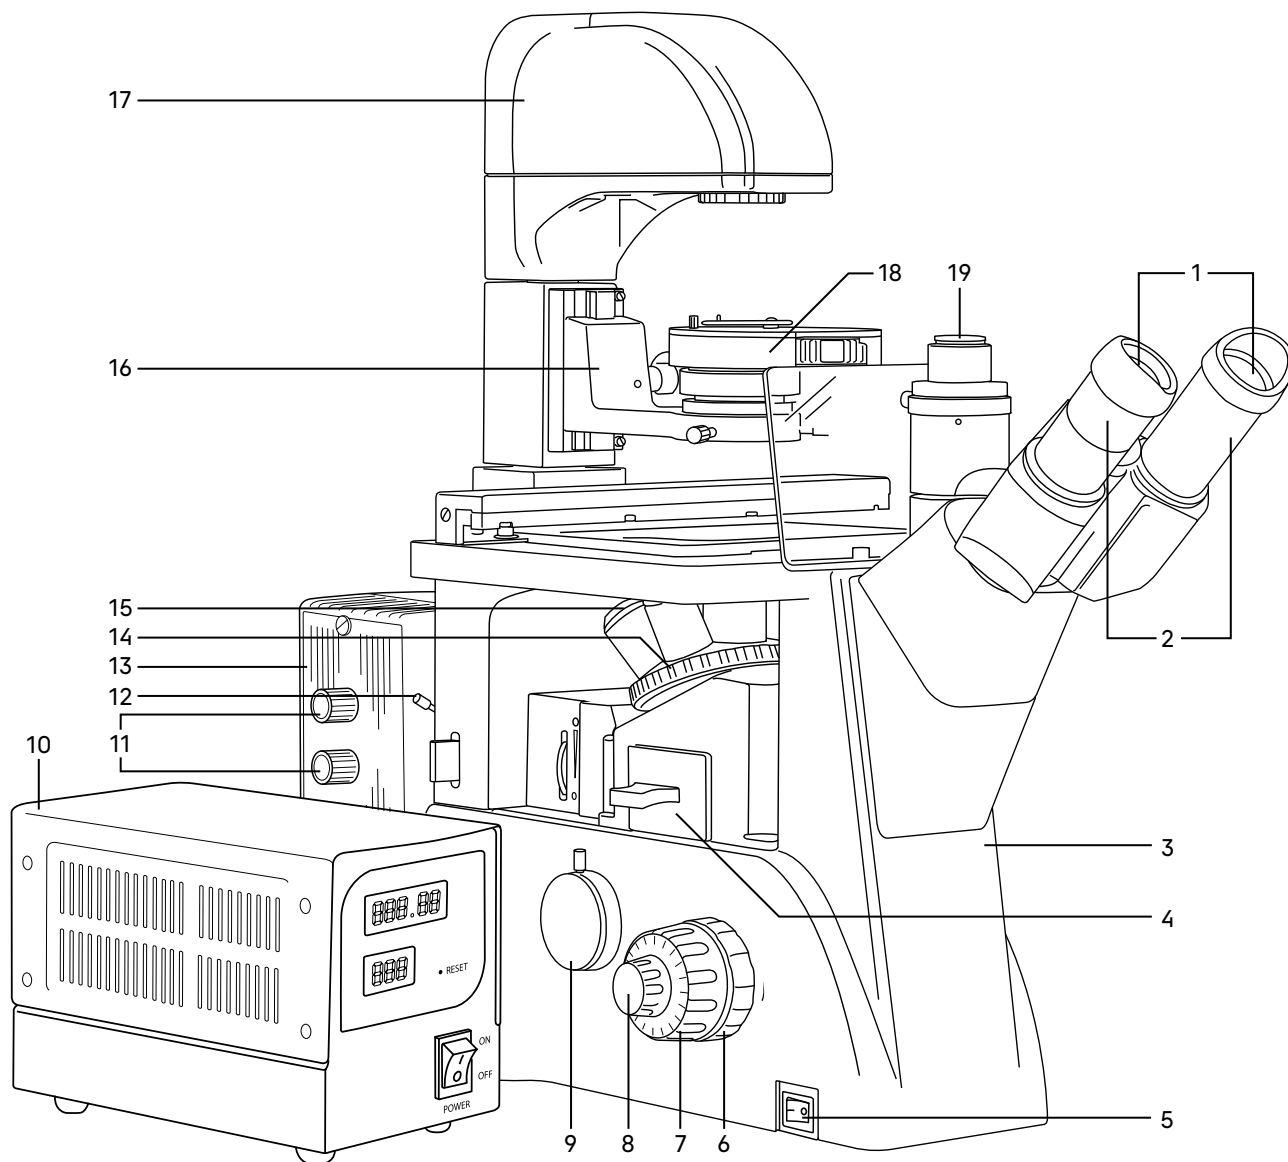
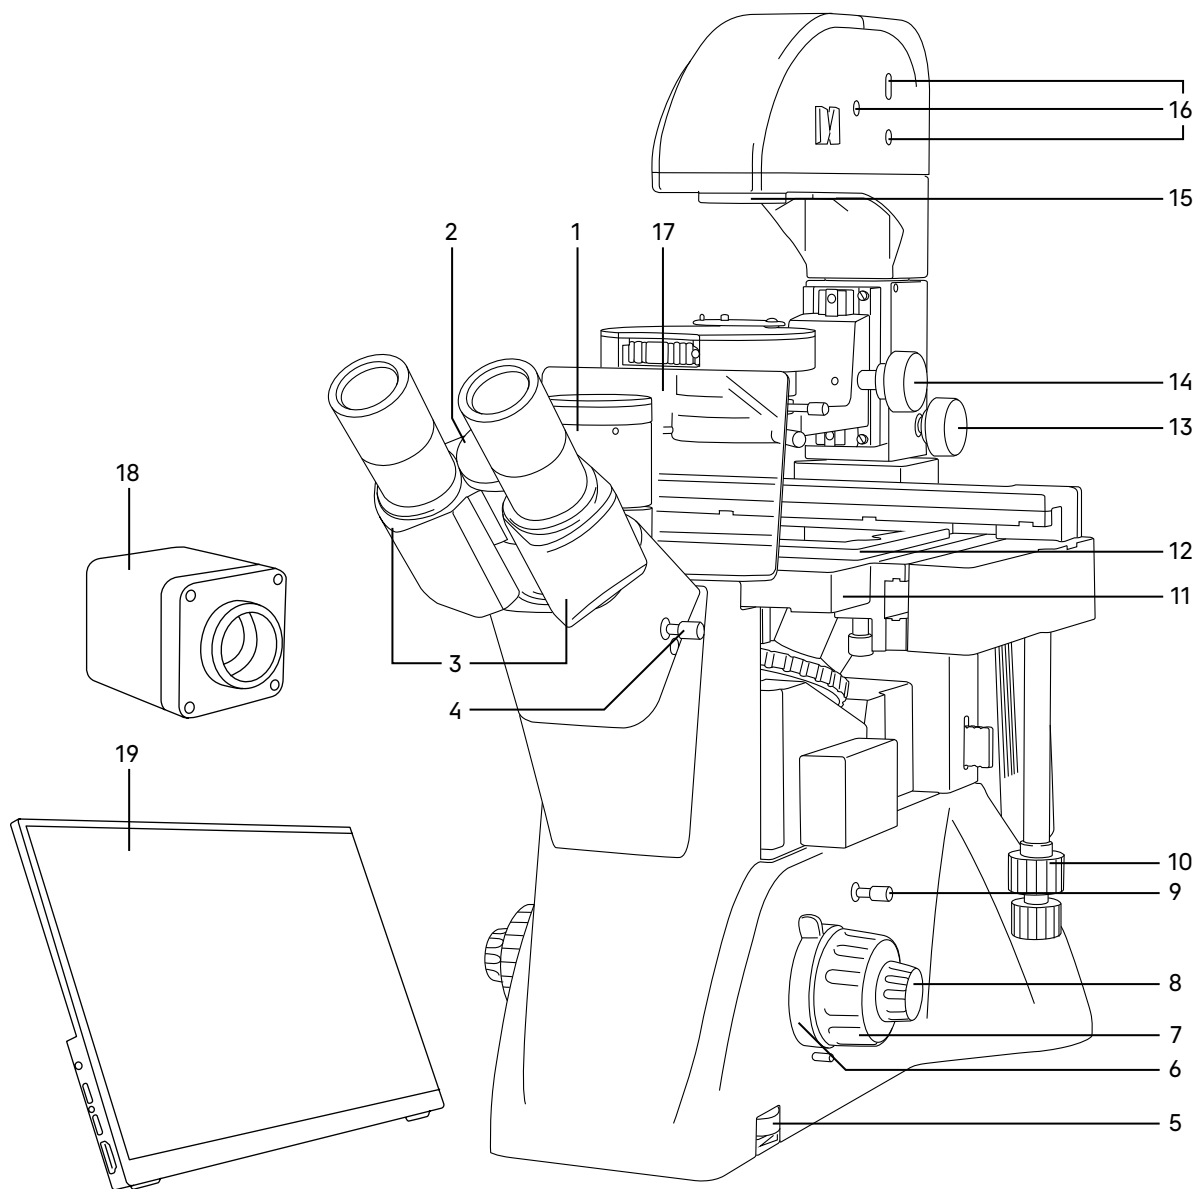

Рис. 1. Микроскоп MAGUS Lum VD500 LCD. Вид слева
Рис. 2. Микроскоп MAGUS Lum VD500 LCD. Вид справа
Общий вид микроскопа представлен на рис. 1 и 2.
На штативе 3 (рис. 1) микроскопа закреплены:
- револьвер 14 (рис. 1) с объективами;
- предметный столик 11 (рис. 2);
- кронштейн конденсора 16 (рис. 1);
- осветитель 17 (рис. 1);
- визуальная насадка 3 (рис. 2);
- фонарь ртутной лампы 13 (рис. 1).
На левой боковой поверхности штатива расположен выключатель 5 (рис. 1) сетевого напряжения. В положении «←» включается, а в положении «0» выключается сетевое напряжение.
На правой боковой поверхности штатива расположен диск 5 (рис. 2) для регулировки напряжения питания источника света.
На левой боковой поверхности штатива расположен канал визуализации 9 (рис. 1) для установки камеры. Микроскоп укомплектован адаптером C-mount, который устанавливается в этот канал и закрепляется в нем винтом. На адаптер устанавливается камера. Камера служит для вывода изображения на экран компьютера или монитор/телевизор.
Фокусировка на объект осуществляется перемещением по высоте револьверного устройства с объективами. Грубая фокусировка производится вращением коаксиальных рукояток 7 (рис. 1, 2), расположенных по обеим сторонам штатива.
Тонкая фокусировка производится вращением рукояток 8 (рис. 1, 2), расположенных по обеим сторонам штатива. Тонкая фокусировка требуется для более точного фокусирования на объект и для подфокусировки микроскопа на резкость изображения при смене объективов и препаратов.
Механизм регулировки жесткости хода грубой фокусировки 6 (рис. 1) – кольцо между штативом и рукояткой грубой фокусировки с левой стороны. С помощью кольца регулируется жесткость хода грубой фокусировки так, чтобы жесткость была комфортной для пользователя, но при этом револьвер с объективами не опускался самопроизвольно во время работы.
Рукоятка блокировки грубой фокусировки 6 (рис. 2) расположена с правой стороны. После завершения грубой фокусировки рекомендуется перевести рычаг в крайнее положение в направлении по часовой стрелке. Таким образом закрепится положение грубой фокусировки для быстрой рефокусировки после смены препарата. Цена деления тонкой фокусировки – 2 мкм.
Тринокулярная визуальная насадка обеспечивает визуальное наблюдение изображения объекта. Насадка закреплена на штативе 3 (рис. 1). В гнездо насадки устанавливается блок окулярных тубусов и закрепляется винтом. При установке повернуть тубусы 3 (рис. 2) вверх или вниз для удобства наблюдения в зависимости от роста пользователя.
Изменение межзрачкового расстояния в насадке осуществляется разворотом окулярных тубусов 2 (рис. 2) в пределах 48–75 мм. Значение расстояния, установленного в соответствии с глазной базой наблюдателя, отсчитывается по шкале 2 (рис. 2) на насадке.
В вертикальный тубус 1 (рис. 2) корпуса визуальной насадки (канал визуализации) с помощью переходника C-mount 19 (рис. 1) устанавливается система визуализации с монитором. Переключение светового потока на вертикальный тубус производится рукояткой 4 (рис. 2). Рукоятка имеет два положения: 100/0 и 50/50.
В комплект микроскопа входят окуляры 2 (рис. 1). Окуляры имеют высокое положение выходного зрачка и предназначены для работы как в очках, так и без них.
Револьверное устройство 14 (рис. 1) обеспечивает установку шести объективов. Смена объективов производится вращением револьверного устройства за конусную рифленую поверхность до фиксированного положения.
Объективы 15 (рис. 1) рассчитаны на механическую длину тубуса «бесконечность». Парфокальная высота объективов составляет 45 мм, линейное поле зрения в плоскости изображения – 22 мм. Объективы длиннофокусные, рассчитаны на посуду с толщиной дна 1,2 мм.
Осветитель 17 (рис. 1) неподвижно закреплен на штативе микроскопа. Источник света – галогенная лампа 12 В/30 Вт юстируется относительно оптической оси и линзы коллектора тремя винтами 16 (рис. 2). В осветителе закреплен коллектор с полевой диафрагмой, которая регулируется в зависимости от увеличения объектива, введенного в оптическую ось.
Важная часть осветительной системы – конденсорное устройство. Кронштейн конденсора 16 (рис. 1) закреплен на штативе. Перемещение осуществляется ручкой 14 (рис. 2). В кронштейн установлено конденсорное устройство 18 (рис. 1). Тип крепления «под винт». Конденсор может быть использован для наблюдения по методу светлого поля и фазового контраста. Во вращающемся диске находятся кольцевые диафрагмы для работы с фазовыми объективами 10x, 20x, 40x и свободное отверстие для пропускания всего пучка света. Смена кольцевых диафрагм производится вращением диска за накатанную часть до фиксации. В окне кожуха конденсора появляется цифра, соответствующая увеличению применяемого фазового объектива, цифра «0» соответствует свободному отверстию. Под вращающимся диском расположена ирисовая диафрагма, которая позволяет настроить определенную апертуру для работы с объективами светлого поля. Для достижения большей контрастности можно воспользоваться светофильтрами, входящими в комплект микроскопа. Светофильтры устанавливаются в откидную оправу конденсора.
При работе с высокой посудой конденсорное устройство можно вывести из оптической оси. Ручка 13 (рис. 2) служит для фиксации устройства.
Предметный столик 11 (рис. 2) закреплен неподвижно на штативе. К столику прикреплено устройство, которое обеспечивает перемещение объекта в двух взаимно перпендикулярных направлениях. Перемещение осуществляется с помощью рукояток 10 (рис. 2), расположенных на одной оси.
Блок люминесцентных фильтров 4 (рис. 1) устанавливается в слот штатива слева под револьвер объективов 14 (рис. 1). Комплект микроскопа включает два блока. Каждый блок содержит свободное гнездо для работы в проходящем свете и два типа набора фильтров, закрепленных в держателе, для работы в отраженном свете.